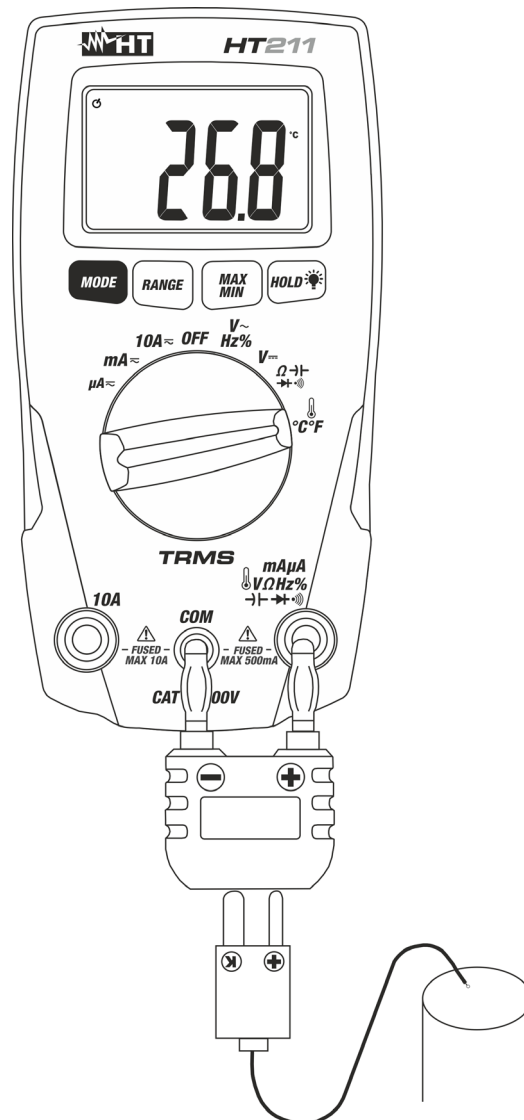

Fig. 8: Utilisation de l'instrument pour la mesure de Temperature
4. Connecter la sonde à fil de type K fournie ou le thermocouple de type K en option (voir Fig. 8) à l'instrument à l'aide de l'adaptateur en respectant les polarités positive et négative présentes sur ce dernier. La valeur de température apparaît à l'écran